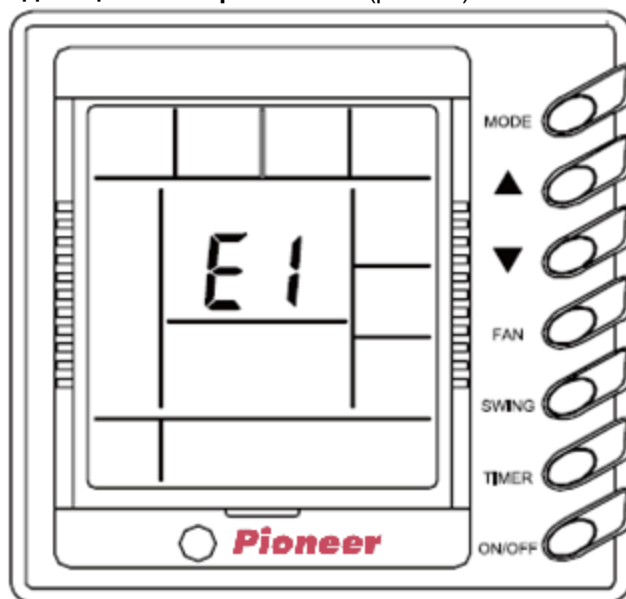

Рис. 23
Индикация неисправностей (рис. 23)
- При возникновении неисправности в области отображения температуры отобразится код ошибки. На примере (рис. 23) изображен код защиты компрессора по высокому давлению.